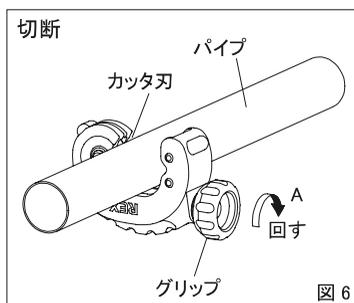

図6
(2) パイプ切断、スクレーパー
- ① パイプの切断位置をマーキングしカッタをセットしてください。この時パイプの先端はローラ幅以上に出してください(図6)。